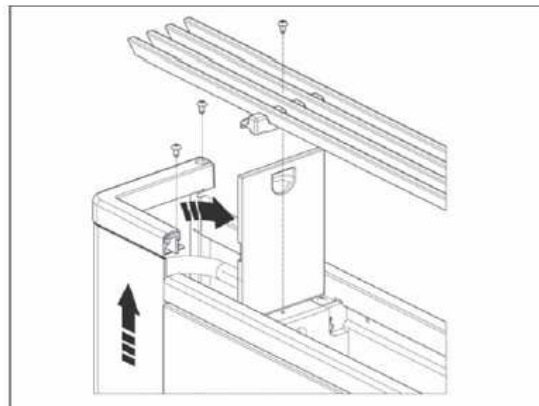

Fig. 5
3. Déplacer le flanc lui-même vers la gauche jusqu'à ce que la référence du profil esthétique supérieur soit en saillie, ensuite, soulever le flanc vers l'autre en le retirant (figure 5).